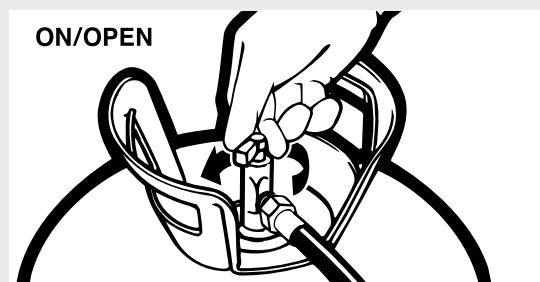

Figure 3.
- À l'aide de la clé fournie dans la trousse d'assemblage pistolet/flexible, bien serrer les flexibles des vannes « A » et « B ». Appliquer une couche de vaseline sur la face intérieure du distributeur Insta-Flo^{MC}. (Voir figure 3.)